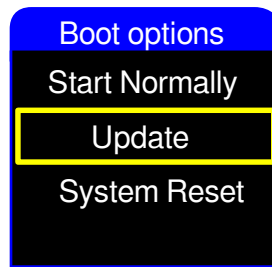

Figura 30: Opciones especiales del modo de actualización NESIS.
- Mantenga pulsado el botón de conmutación de página (botón con la etiqueta (3) en la figura 4, pagina 10). Espere hasta que la ventana similar a la ventana que se muestra en la Figura 30 aparece.